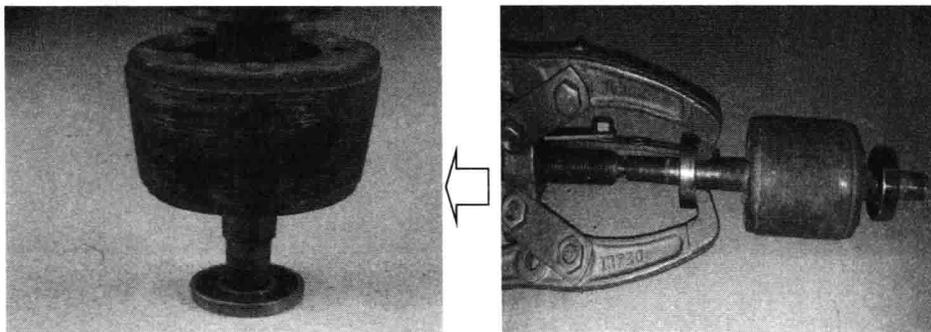

图 1-11 拆卸轴承
(6) 轴承部分的拆卸。拆卸轴承前要先记录轴承在转轴上的位置。用三爪拉马扣在轴承内端，旋转拉马，即可将转轴取出，如图 1-11 所示。前后轴承都采用同样的方法取出。